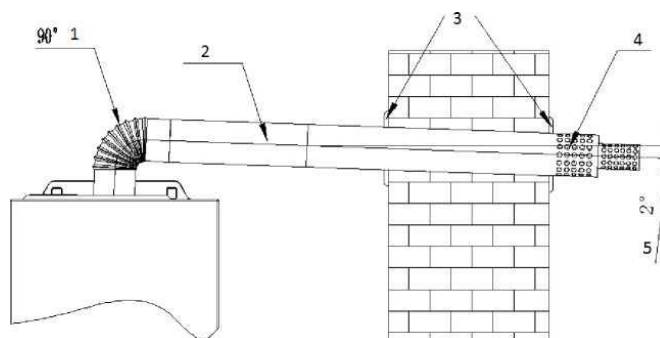

Рис. 15
В зависимости от фактического места установки котла можно столкнуться с ситуацией, когда длины трубы дымоотвода будет недостаточно для монтажа, или же необходим дополнительный поворот на 90°, тогда возможно, основываясь на фактической потребности, заказать удлинение трубы или дополнительные отводы 90°, смотри рис. 15.
**ВНИМАНИЕ:** Общая составная длина (с учетом возможных поворотов на 90°) прямой трубы коаксиального дымо-/воздуховода (считая сразу же от отвода 90° после выхода из котла) **не должна превышать 3 м (см. рис. 15)**, при этом каждый дополнительный отвод 90° равнозначен увеличению длины трубы коаксиального дымо-/воздуховода на 1 м